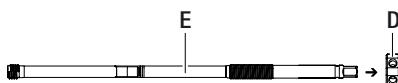

Fig. 9
- Dévisser l'écrou **D** de la douille intérieure **E**, voir Fig. 9.